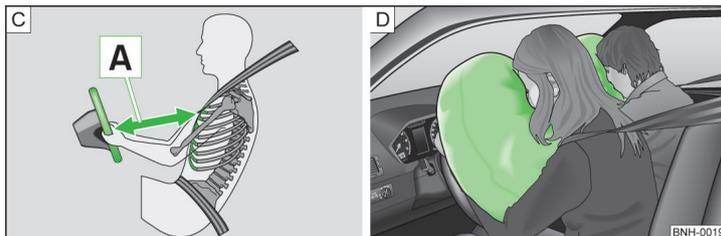

Abb. 9 Sicherer Abstand zum Lenkrad / Gasgefüllte Airbags
Werden die Airbags ausgelöst, entfalten sich diese vor dem Fahrer und Beifahrer » Abb. 9 - D. Beim Eintauchen in den voll aufgeblasenen Airbag wird die Vorwärtsbewegung des Fahrers und Beifahrers gedämpft und das Verletzungsrisiko für Kopf und Oberkörper reduziert.
- Für den Fahrer und Beifahrer ist es wichtig, einen Abstand von mindestens 25 cm zum Lenkrad bzw. zur Schalttafel einzuhalten **A** » **Abb. 9**. Wenn Sie den Mindestabstand nicht einhalten, kann Sie das Airbag-System nicht schützen - Lebensgefahr! Außerdem müssen die Vordersitze und die Kopfstützen immer der Körpergröße entsprechend richtig eingestellt sein.